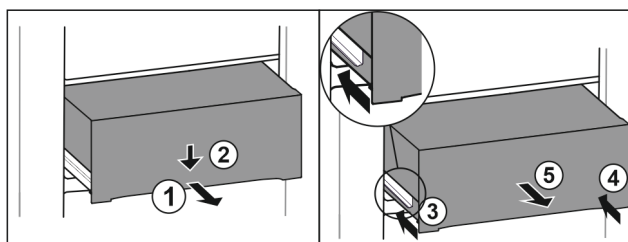

Fig. 156
- Estrarre il cassetto a metà. *Fig. 156 (1)*
- Premere il cassetto sul lato anteriore verso il basso. *Fig. 156 (2)*
- Spingere la guida sinistra di circa 2 cm verso l'interno. *Fig. 156 (3)*
- Spingere la guida destra di circa 2 cm verso l'interno. *Fig. 156 (4)*
- Rimuovere il cassetto tirandolo in avanti. *Fig. 156 (5)*